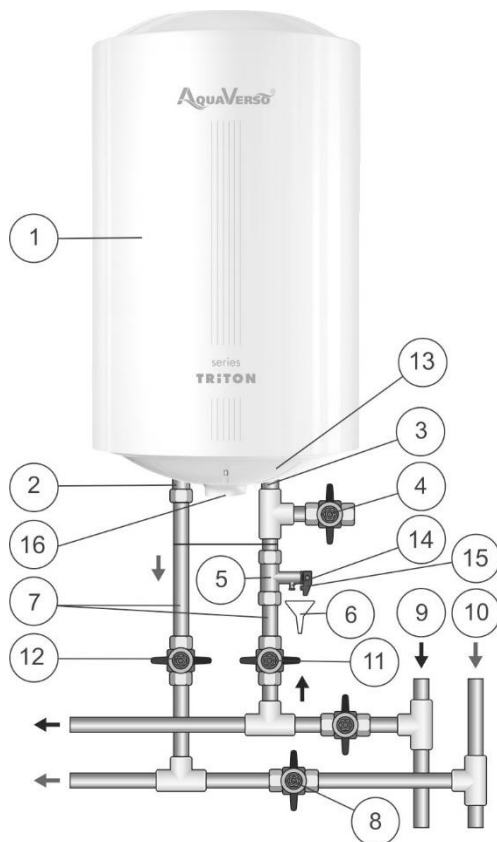

Fig. 1. Schema del collegamento idraulico dello scaldacqua
Montare la valvola di sicurezza (Fig. 1, pos. 5) all'entrata dell'acqua fredda (Fig. 1, pos. 3), un raccordo con anello di colore blu, a 3,5-4 giri assicurando la tenuta idraulica del collegamento con qualsiasi materiale di guarnizione (lino, nastro Teflon, etc.).
Il collegamento idraulico si effettua secondo le indicazioni riportate sulla Fig. 1 esclusivamente a mezzo dei tubi di rame, tubi multistrato di tipo «M-pipes» (costituite da strati polimerici e metallici) o di plastica oppure dei raccordi flessibili idraulici. E vietato l'utilizzo dei raccordi flessibili idraulici già usati. Si consiglia di alimentare lo scaldacqua con l'uso di filtro defangatore montato sulla tubazione di acqua fredda (non in dotazione).
Fig. 1: 1 – Scaldacqua, 2 – raccordo per l’uscita dell’acqua calda, 3 – raccordo per l’entrata dell’acqua fredda, 4 – rubinetto di scarico (non in dotazione), 5 – valvola di sicurezza, 6 – scarico alla canalizzazione (non in dotazione), 7 – tubi di alimentazione, 8 – chiudere il rubinetto quando lo scaldacqua è in uso, 9 – tubo di acqua fredda, 10 – tubo di acqua calda, 11 – rubinetto dell’alimentazione di acqua fredda, 12 – rubinetto dell’uscita di acqua calda, 13 – calotta di protezione, 14 – attacco di scarico della valvola di sicurezza, 15 – leva di apertura della valvola di sicurezza, 16 – manopola di controllo.
Dopo che il collegamento idraulico sia effettuato assicurare che il rubinetto di intercettazione di acqua fredda dello scaldacqua sia aperto e che rubinetto di intercettazione di acqua calda dello scaldacqua (Fig. 1, pos. 8) sia chiuso. Aprire il rubinetto dell’alimentazione dello scaldacqua con l’acqua fredda (Fig. 1, pos. 11), il rubinetto dell’uscita di acqua calda dallo scaldacqua (Fig. 1, pos. 12) ed il rubinetto dell’acqua calda sul miscelatore per consentire l’uscita dell’aria interna dallo scaldacqua. Al
NB: per facilitare la manutenzione dello scaldacqua durante il suo uso si consiglia d'installare il rubinetto di scarico (Fig. 1, pos. 4) in conformità alle indicazioni fornite sulla Fig. 1 (per i modelli non dotati del raccordo di scarico (non è in dotazione)).
Lo scaldacqua viene acceso/spento ruotando la linea dell'indicatore sulla manopola di controllo situata sul coperchio di protezione dello scaldabagno (Fig. 1, pos. 16) sulla zona "OFF". La temperatura dell'acqua nel serbatoio interno viene regolata tramite la manopola di comando (Fig. 1, pos. 16) nel range di valori da "OFF" (valori minimi) a "HIGH" (valori massimi). La spia di controllo mostra la modalità di funzionamento dell'EWB: si accende quando l'acqua viene riscaldata e si spegne quando viene raggiunta la temperatura impostata.